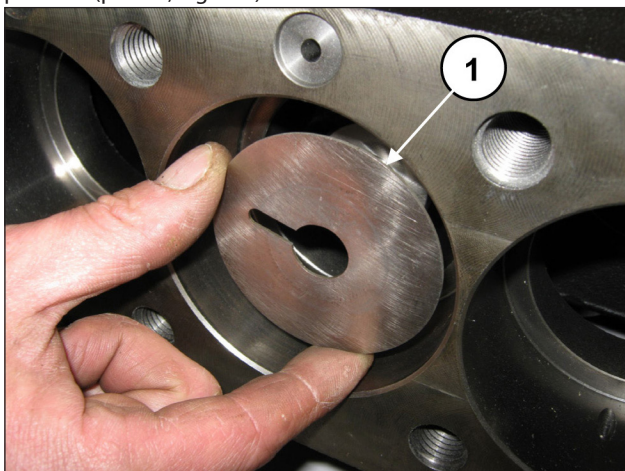

Fig. 171
Extraer los protectores contra salpicaduras de las guías de pistones (pos. ①, Fig. 171).